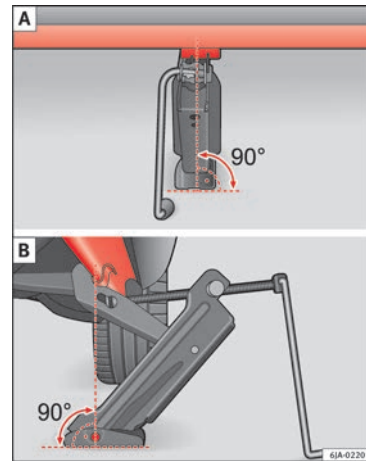

Fig. 65 Colocación del gato.
- Ajuste el gato para que su garra abarque el punto de apoyo del larguero inferior» **fig. 65** - **B** debajo del estampado.
- Asegúrese de que la base del gato esté apoyada con toda su área sobre una superficie plana y esté en posición vertical» **fig. 65** con relación al punto donde la garra abarca el punto de apoyo del larguero.